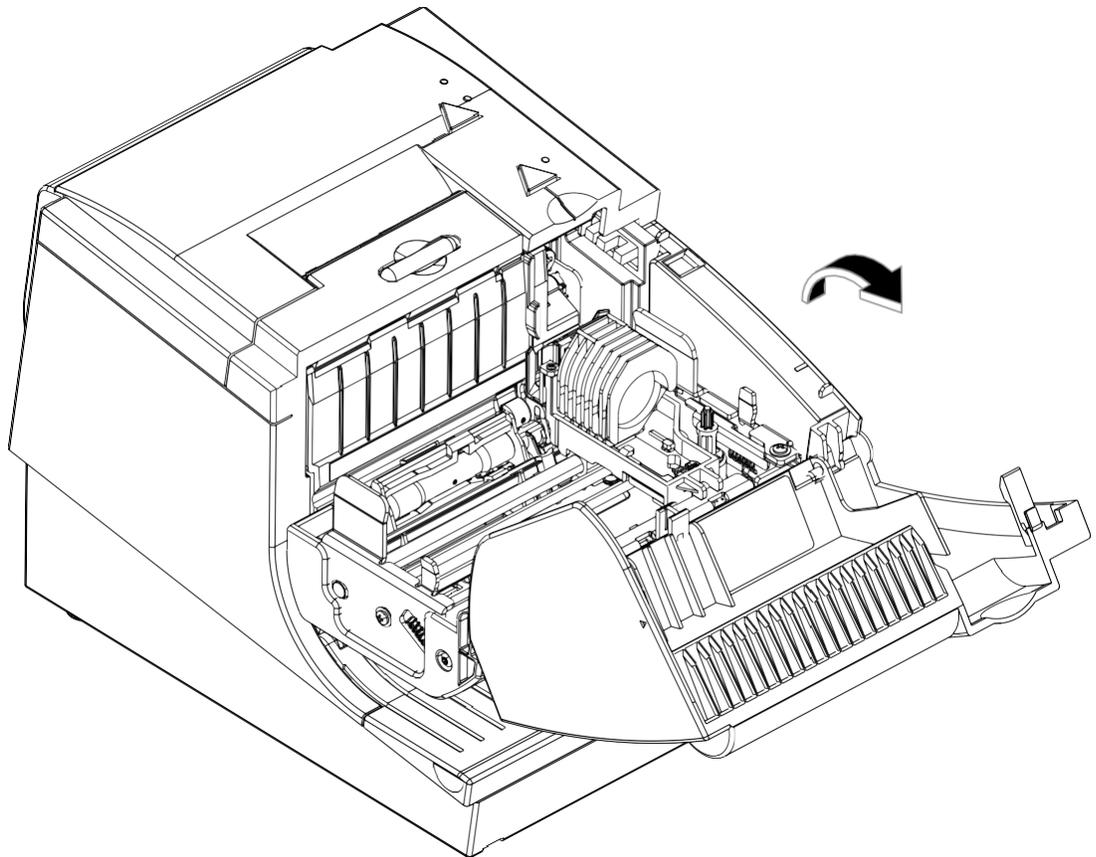

Figure 21. Ouverture de la porte d'accès au ruban
2. Insérez le document, face vers le bas, sur le côté droit de l'imprimante (voir Figure 21).